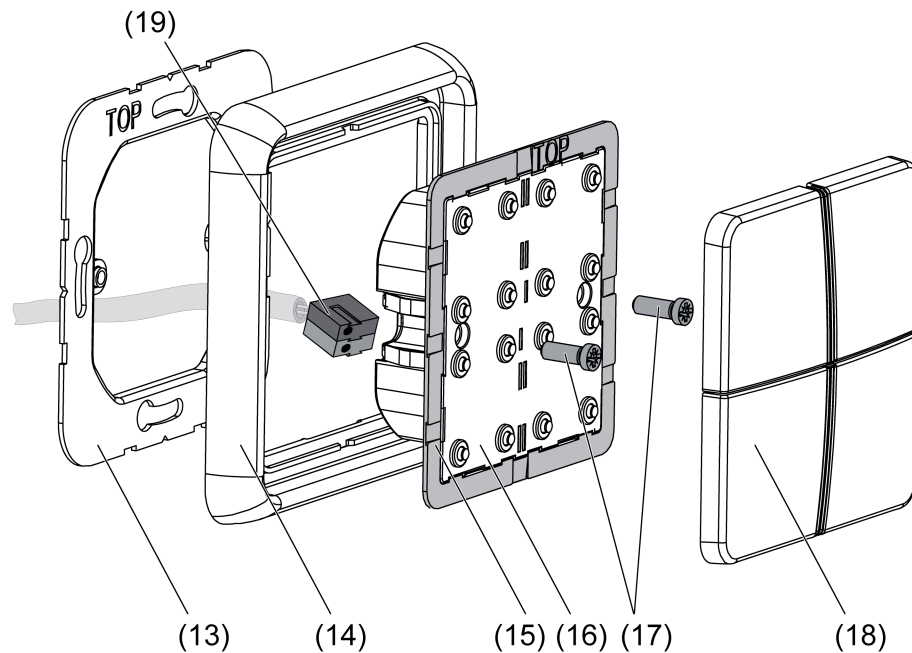

Bild 5: Montage des Tastsensor-Grundmoduls
- Adapterrahmen (15) lagerichtig **von vorn** auf das Tastsensor-Modul (16) aufrasten (Bild 5). Kennzeichnung **TOP** = oben/vorne beachten.